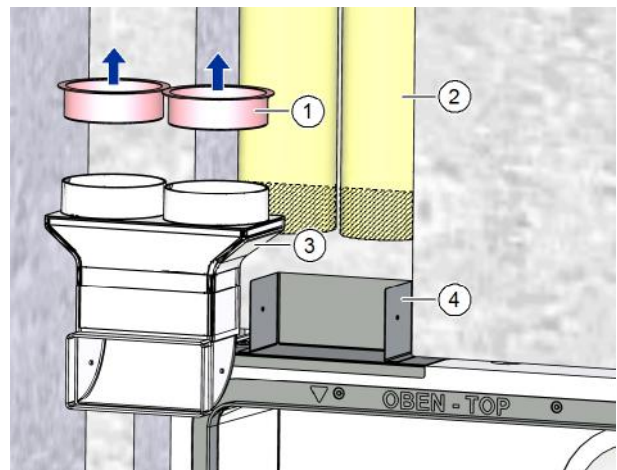

Abb. 19: Flexrohre ablängen
- ▶ Entfernen Sie die roten Schutzdeckel (Pos. 1 in Abb. 19) auf dem Flexrohranschluss (Pos. 3 in Abb. 19).
- ▶ Kürzen Sie die Flexrohre (Pos. 2 in Abb. 19) so weit, dass sich der Flexrohranschluss (Pos. 3 in Abb. 19) mit den eingesetzten Flexrohren leicht in die Fixierplatte (Pos. 4 in Abb. 19) einschieben lässt.